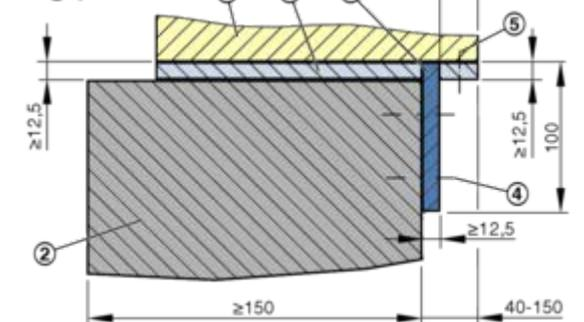
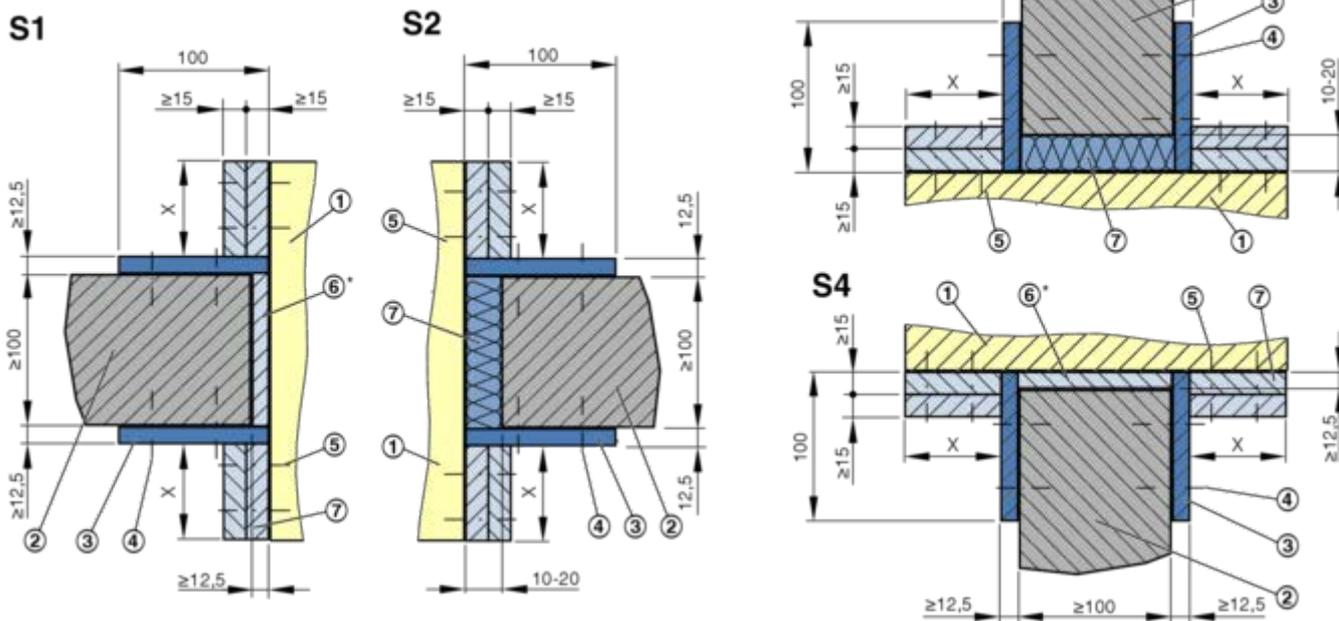

Fig. 23: Detalhes da montagem EK-JZ a seco sem argamassa em parede maciça, parede de caixa maciça EI 90 S
Fig. 24: Detalhes da montagem EK-JZ a seco sem argamassa em parede maciça, parede de caixa maciça EI 120 S, legenda ↪ Fig. 23
Secção de ângulo ↪ Fig. 23 , Fig. 24
- EI 90 S v_{ew} : secções de ângulo em ambos os lados da parede, 1 tira $\geq 12,5$ mm, ↪ Fig. 23
- EI 90 S v_{edw} : secção de ângulo no lado de operação (parede de caixa), 1 tira $\geq 12,5$ mm, ↪ Fig. 23
- EI 120 S v_{ew} : secções de ângulo em ambos os lados da parede, 2 tiras ≥ 15 mm, ↪ Fig. 24
- As cavidades são preenchidas com lã mineral ou lã de rocha (7).